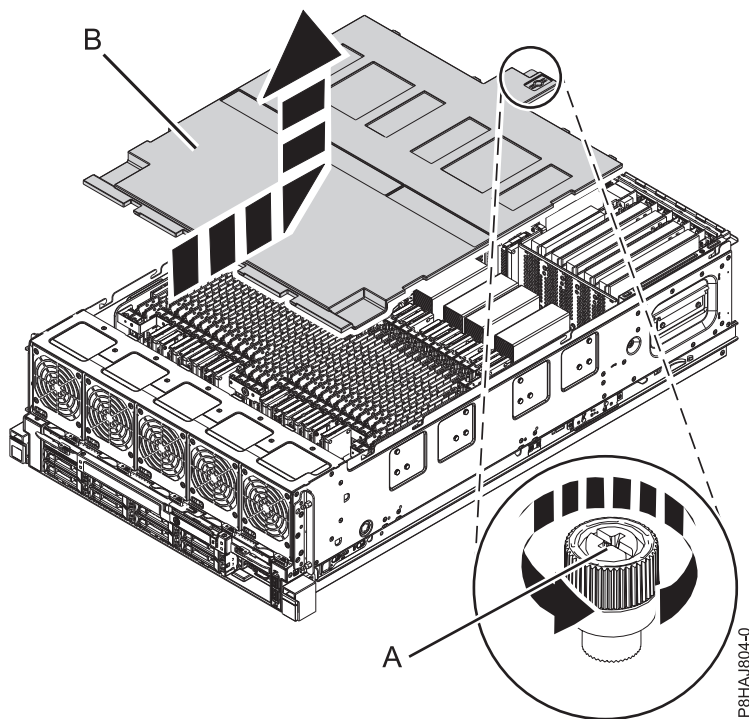

図 40. 安全カバーの取り外し
2. カバーの背面にあるつまみねじ **(A)** を、62 ページの図 40 に示されている方向に回転させて緩めます。